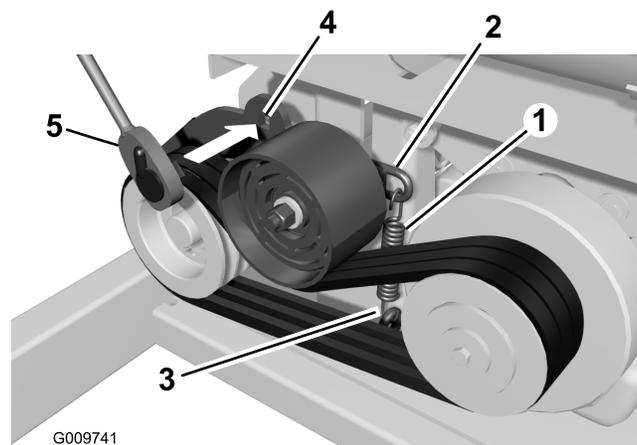

Figure 55
2. Contrôlez l'état de la courroie (Figure 55).
- B. Insérez une clé à douille dans le trou carré du bras de la poulie de tension et tournez la clé vers le haut (Figure 55).
4. Pour augmenter la tension du ressort et donc augmenter la tension de la courroie, réduisez la hauteur du boulon à œil en desserrant l'écrou supérieur et serrant l'écrou inférieur (Figure 55 & Figure 58).